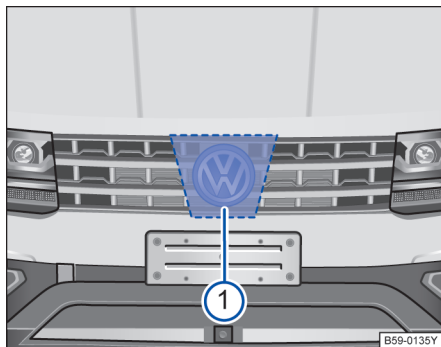

图 176 VW 标志后方的散热器格栅内：雷达传感器
VW 标志后方的散热器格栅内安装了一颗雷达传感器→图 176❶，用于监测交通状况，可探测距本车约 100m 范围内的前方车辆行驶状况。